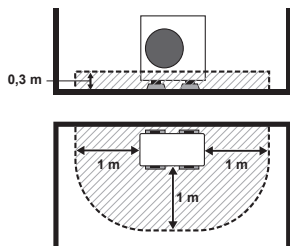

Fig. 3-5
- (4) Quando instalada num local com abertura apenas na parte da frente (paredes de edifícios em ambos os lados)
- Quando a distância entre ambos os lados da unidade e a parede for superior a 1 m, define a zona de proteção da seguinte forma: (Fig. 3-5)